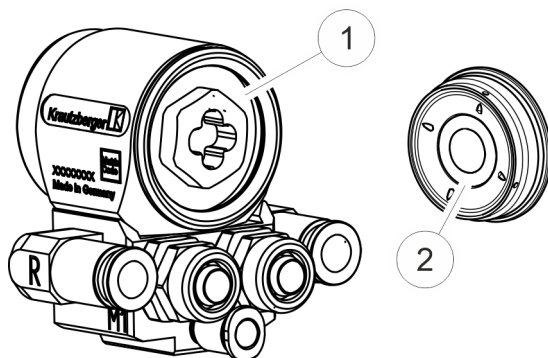

Fig. 13: Inserimento dell'elemento di chiusura
9. ➔ Reinserire l'elemento di chiusura (Fig. 13/1) e fissarlo con una chiave a bussola (dimensione **SW19**). Assicurarsi che la vite di arresto della membrana (Fig. 13/2) si trovi nella posizione finale posteriore.
- 11.** ➤ Reinserire l'elemento di chiusura (Fig. 13/1) e fissarlo con una chiave a bussola (dimensione **SW19**). Assicurarsi che la vite di arresto della membrana (Fig. 13/2) si trovi nella posizione finale posteriore.